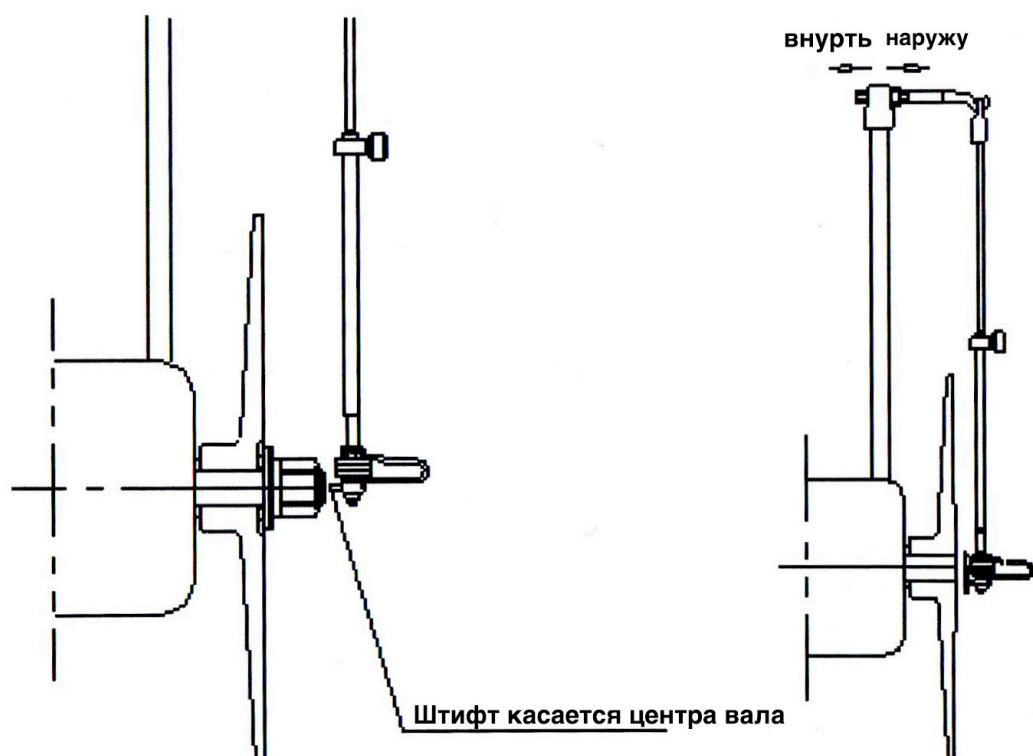

Рис. 5. Настройка маятника для заточки ножей.
- Снимите нож с державки. Качните державку к валу аппарата. Посадочный штифт державки, ближний к валу, должен находиться на горизонтальной линии, проходящей через центр вала (рис. 5). Отрегулируйте длину стойки, чтобы установить её в этом положении.